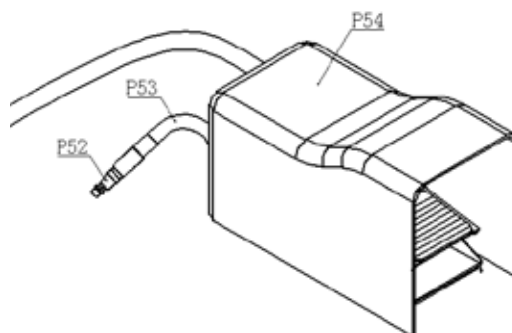

Figure 9
Brancher le flexible pneumatique (P52) de la pédale (P54) au compresseur (se reporter à la Figure 9).
Brancher le flexible pneumatique (P52) de la pédale pneumatique au compresseur (Fig. 9).
Brancher le flexible pneumatique (P52) de la pédale au compresseur (Figure 9).
Pour arrêter la tige du piston, cesser de pomper la poignée (50) ou appuyer sur la pédale pneumatique (P54). La tige du piston s'immobilisera. Tourner ensuite la poignée de manœuvre (99) du tiroir de distribution à la position 2 (Figure 9).